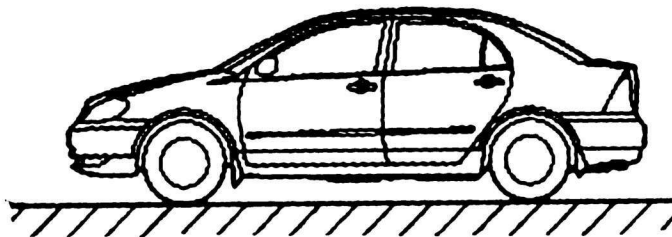

图 1-2-9 工位九
(9) 工位九(举升机未升起): 驾驶室内部清洁、车辆外部清洁、操作场地 5S 等项目, 如图 1-2-9 所示。